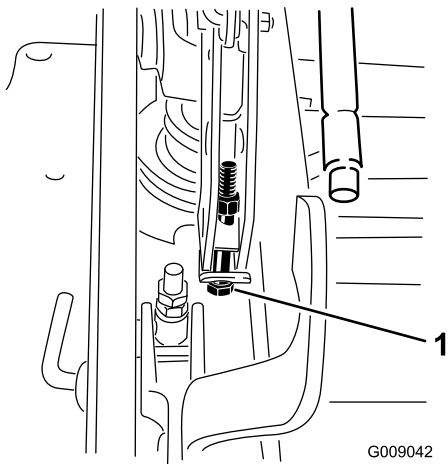

Bild 87
15. Wenn das Mähwerk zu niedrig ist, drehen Sie die zentrale Einstellschraube nach rechts, um sie anzuziehen. Wenn das Mähwerk zu hoch ist, drehen Sie die zentrale Einstellschraube nach links, um sie zu lösen (Bild 87).